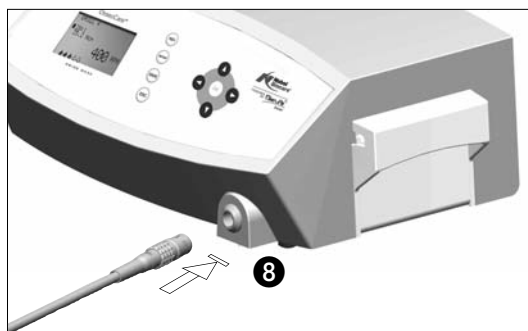

図 3
- E. マイクロモータ用ケーブルを本体のコネクタに接続します(図 3)。